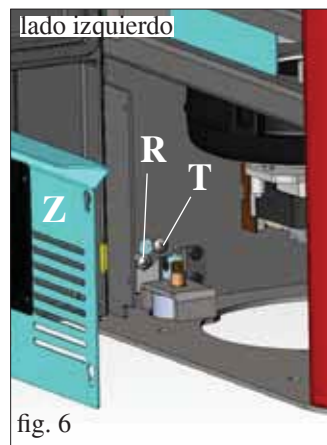

fig. 6
Verificar la alineación vertical de los laterales de cerámica (C) y efectuar las regulaciones a través de los tornillos situados sobre la parte superior (V - fig.5) y en el interior de la estufa a través de los tornillos (R - fig. 6/7).
NOTA: antes de realizar la operación, retirar el panel galvanizado (Z - fig.6/7) de ambos lados y aflojar los tornillos de bloqueo (T - fig. 6/7).